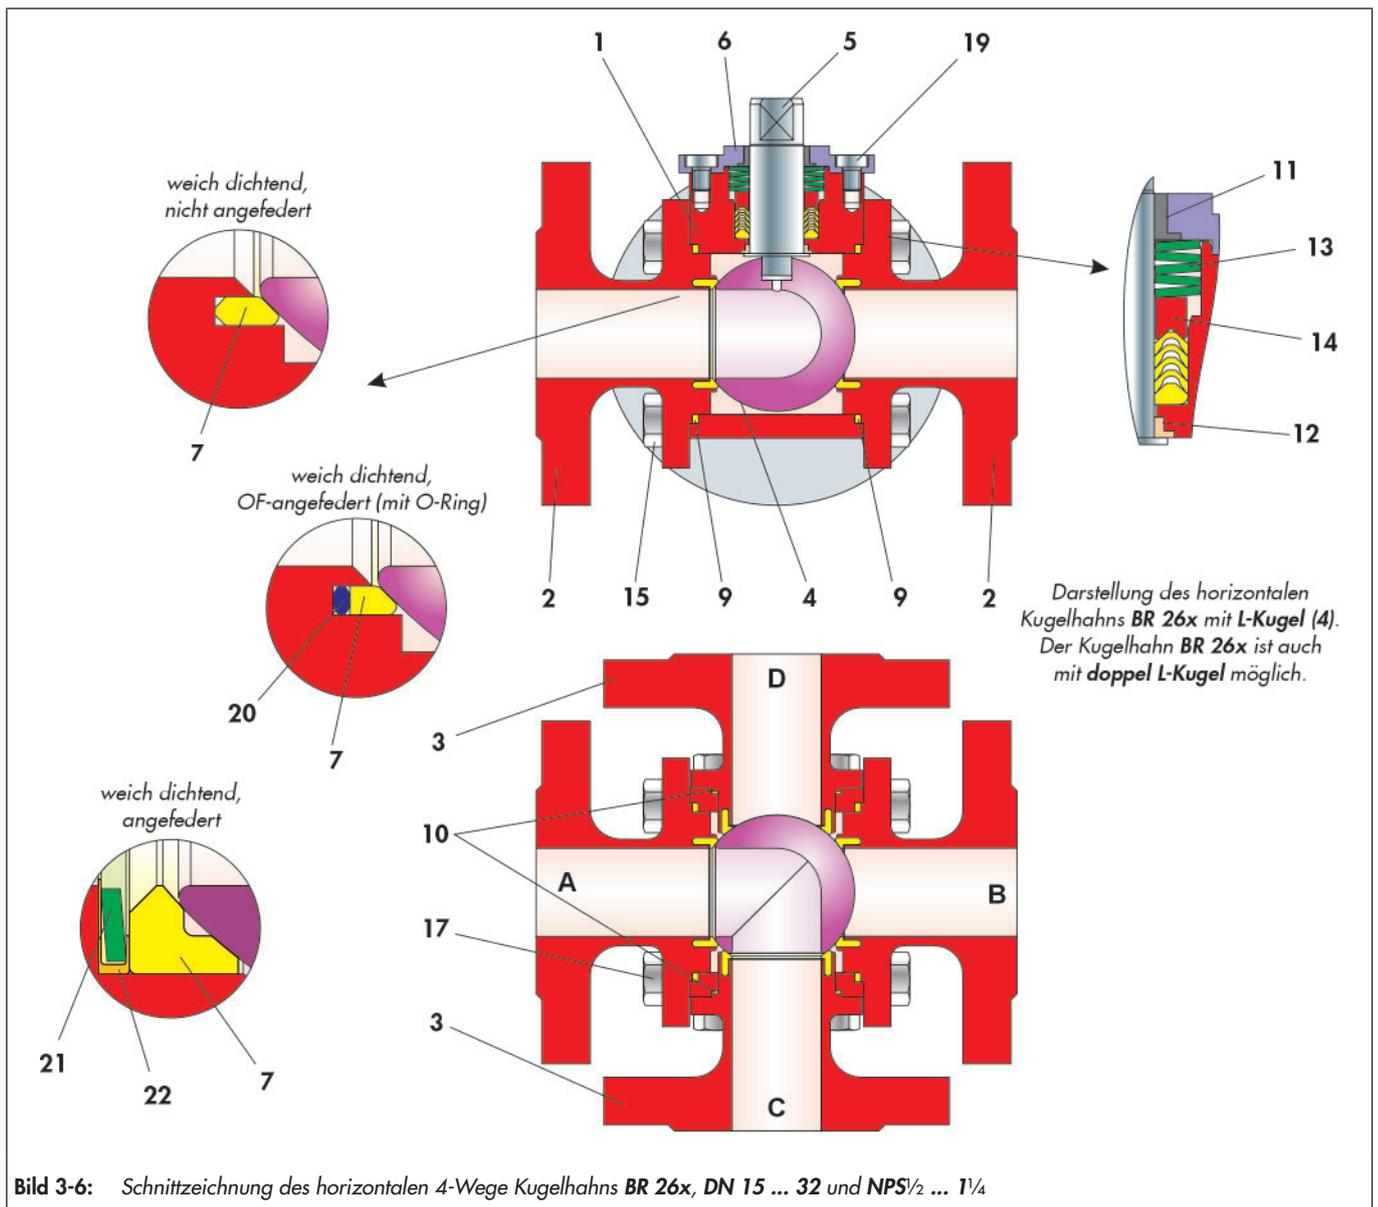

Bild 3-6: Schnittzeichnung des horizontalen 4-Wege Kugelhahns BR 26x, DN 15 ... 32 und NPS $\frac{1}{2}$  ... 1 $\frac{1}{4}$
– Abhängig von der Ausführung können Stiftschrauben (15) mit Muttern (16) oder Schrauben (15) verbaut sein
- ⇒ Lagerbuchse (12) von innen in die entsprechende Stelle des Grundgehäuses (1) eindrücken.
- ⇒ Schaltwelle (5) durch die montierte Lagerbuchse (12) in das Gehäuse einschieben. Dabei die Schaltwelle auf Gängigkeit prüfen.
- ⇒ Dachmanschettenpackung (14) mit einer leicht drehenden Bewegung über die montierte Schaltwelle (5) schieben und in die Packungsaufnahme des Grundgehäuses (1) einlegen. Anordnung der V-Manschetten vgl. Bild 3-6.
- ⇒ Tellerfedersatz (13) auf die Dachmanschettenpackung (14) legen. Anordnung der Tellerfedern vgl. Bild 3-6.
- ⇒ Lagerbuchse (11) in den Stopfbuchsflansch (6) eindrücken.
- ⇒ Stopfbuchsflansch (6) über die Schaltwelle (5) auf das Grundgehäuse (1) aufsetzen.
- ⇒ Schrauben (19) leicht einfetten.
- ⇒ Stopfbuchsflansch mit den Schrauben (19) justieren.